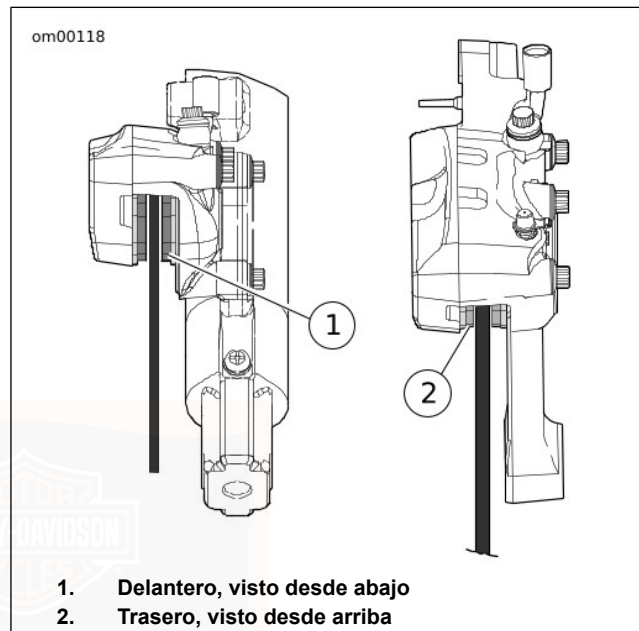

Figura 59. Material de fricción del freno
1. Vea Figura 59. Inspeccione el disco del freno cuando este gira. El disco debe girar nivelado en la mordaza del freno.